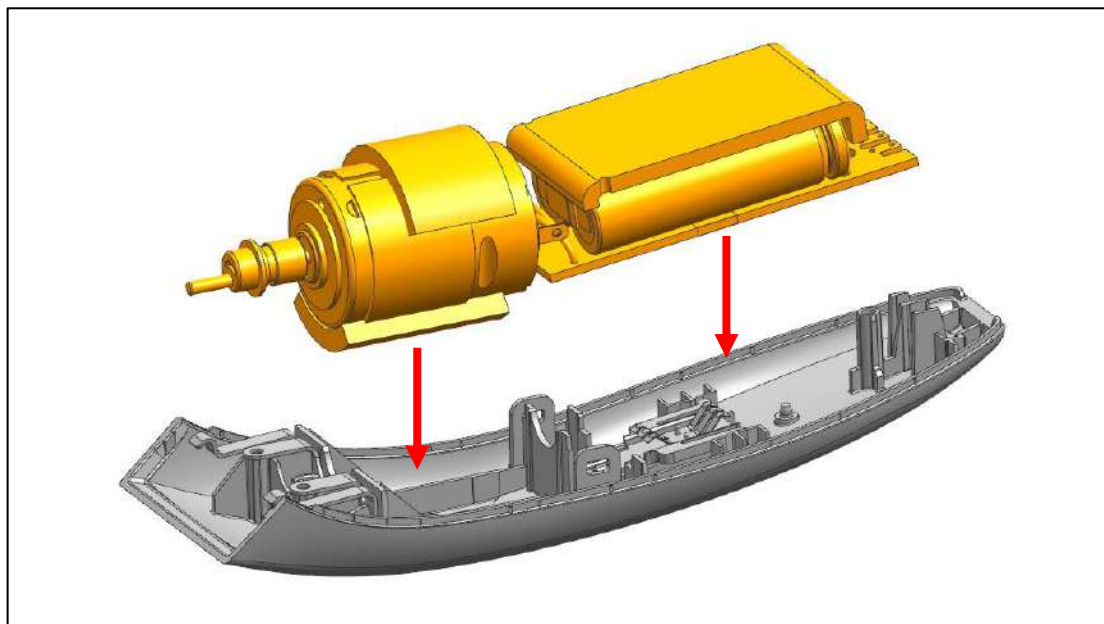
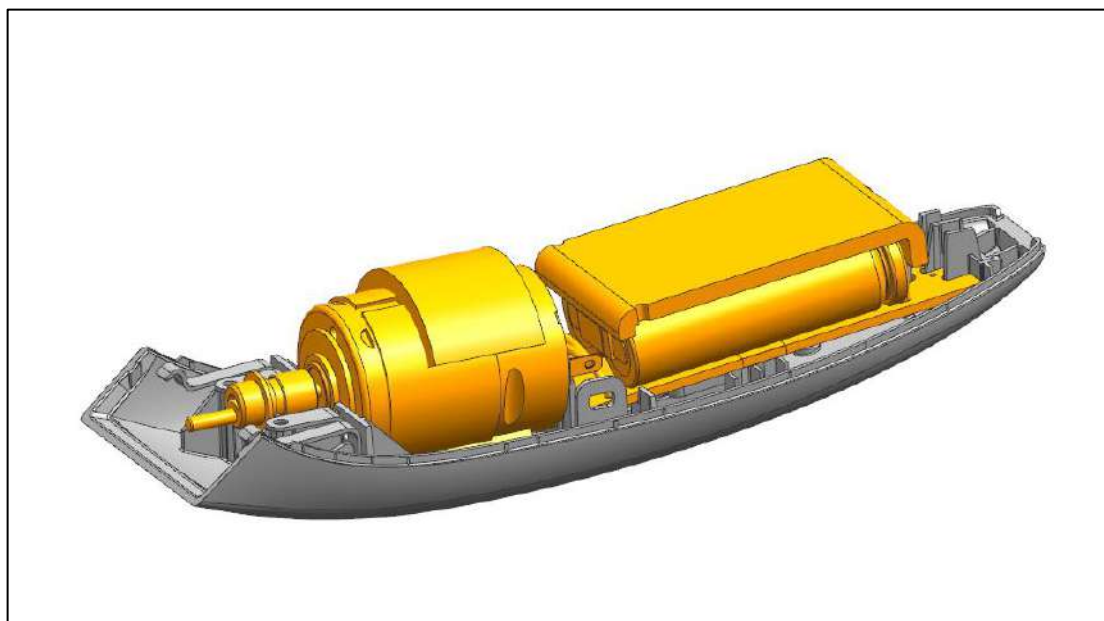

Abb. 20
Abb. 21
- a) Positionieren Sie den Motor im vorderen Bereich des Gehäuses (Abb. 20, Abb. 21).
- b) Positionieren Sie die Platine im hinteren Bereich des Gehäuses (Abb. 20, Abb. 21).